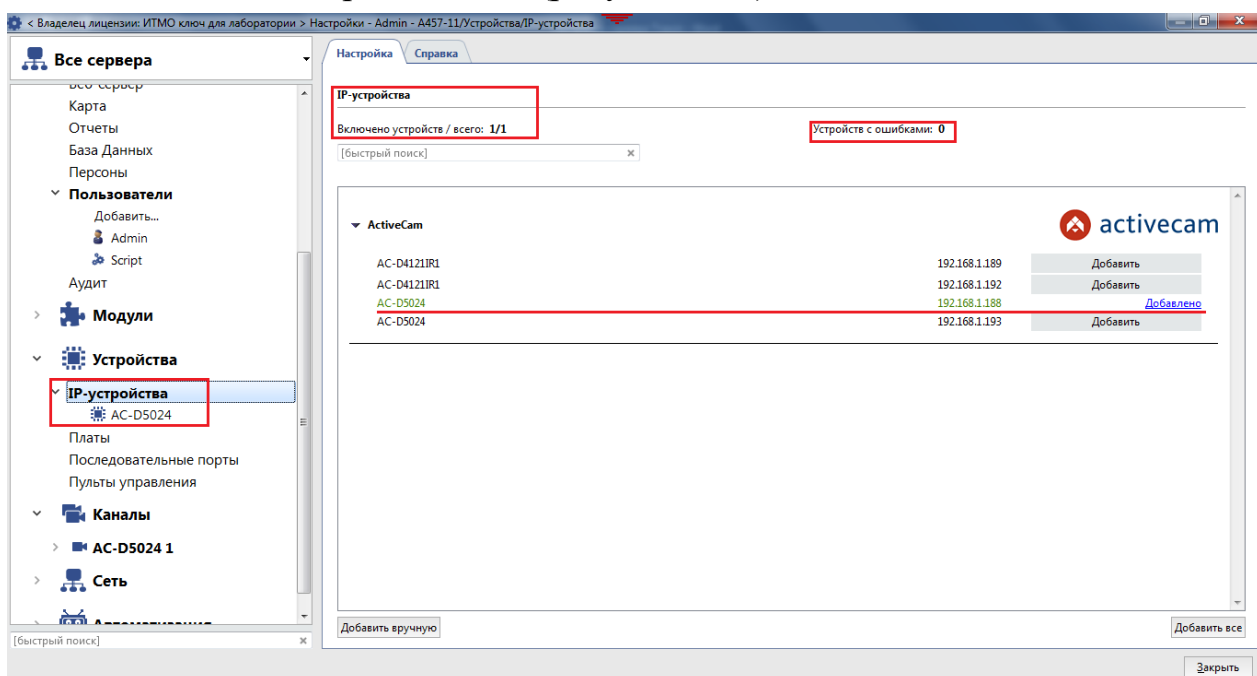

Рисунок 1.10 – Результат подключения IP-камеры к серверу Trassir
- ii. нажать *Добавить* напротив камер, которые планируется подключить к настраиваемому серверу. Если камера подключится успешно, то указанная камера появится в выпадающем списке *IP-устройств*, надпись *Модель камеры* окрасится в зеленый цвет, наименование кнопки *Добавить* изменится на *Добавлено*, *Количество включенных устройств* изменится на *1/1*, *Количество устройств с ошибками* при этом должно равняться *0* (рисунок 1.10).